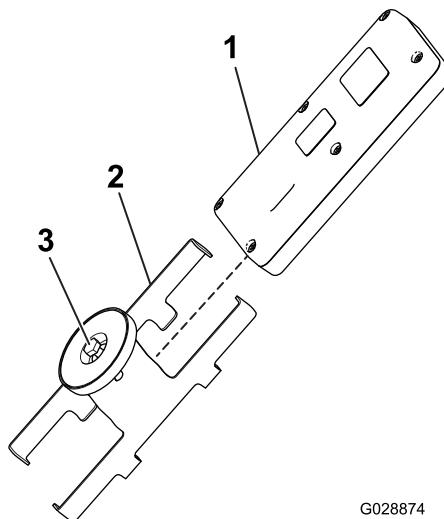

Figura 30
1. Afloje el perno del imán situado en el soporte magnético remoto (Figura 30).
2. Separe los lados del soporte y retire el control remoto (Figura 30).
8. Instale el control remoto de mano en el soporte magnético remoto, una las dos mitades para ajustarlo y apriete el perno del imán (Figura 30).